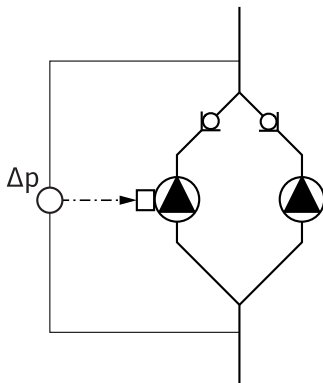

Fig. 13: Exempel, anslutning differenstrycksgivare
- I exemplet i fig. 13 är masterpumpen den vänstra i flödesriktningen. På den pumpen ansluts differenstrycksgivaren.
Mätpunkterna på masterpumpens differenstrycksgivare måste ligga i sammelförbundet på sug- och trycksidan på tvillingpumpenläggningen (fig. 13).